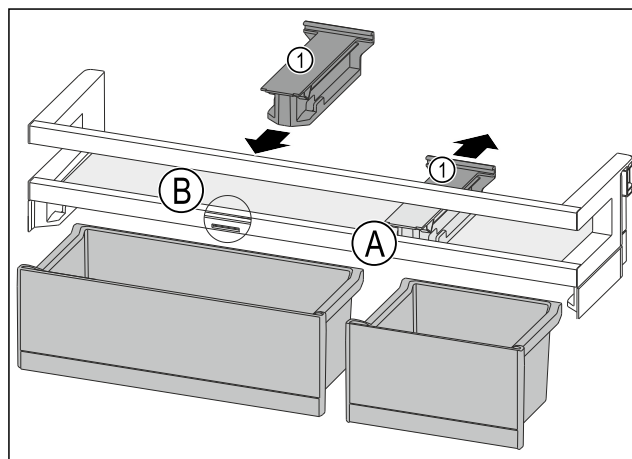

Fig. 87
- ▶ Desprindeți piesa de susținere Fig. 87 (1) din poziție Fig. 87 (A) spre spate.
- ▶ Introduceți piesa de susținere Fig. 87 (1) în poziție Fig. 87 (B).